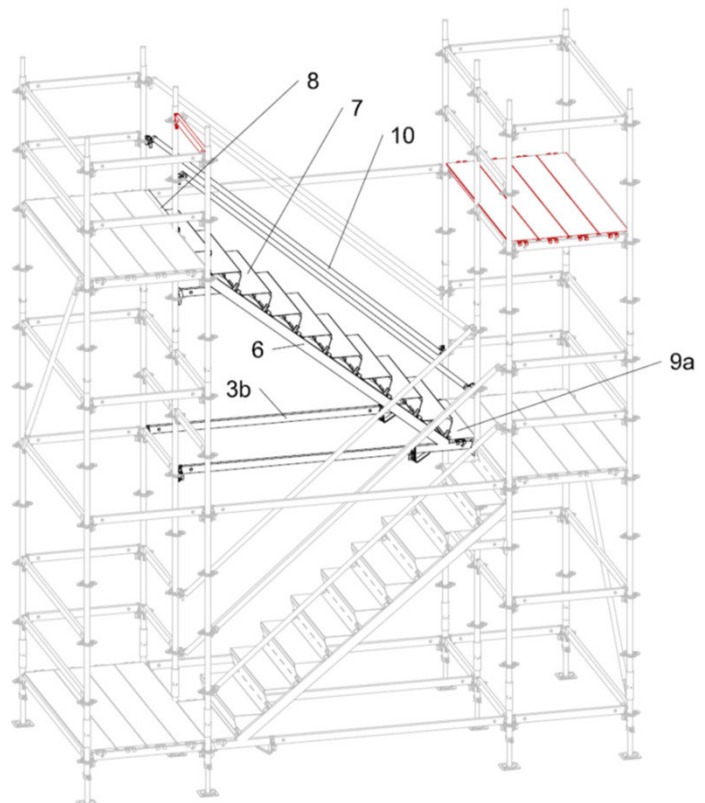

Fig.A3-7
Attach Stair Stringer UA (6) and UH 200 (3b). (Fig A3-7)